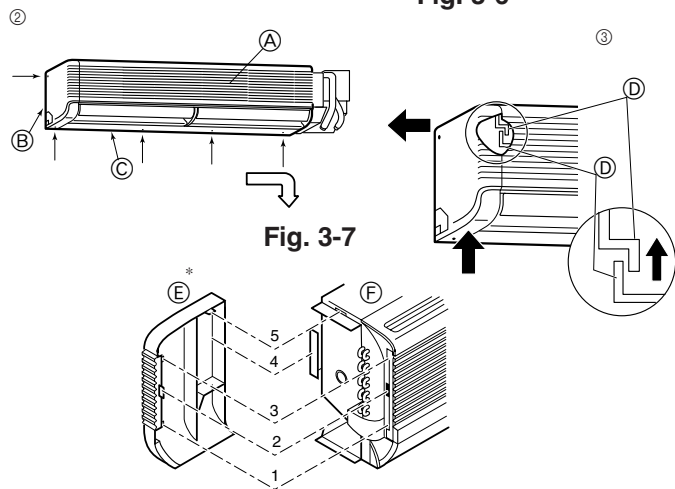

Fig. 3-7
- D Кронштейн для крепления прибора к стене ①
② Снимите пять винтов, обозначенных стрелками на диаграмме. (Fig. 3-7)
③ Снимите сначала левую боковую панель, затем – нижнюю панель.